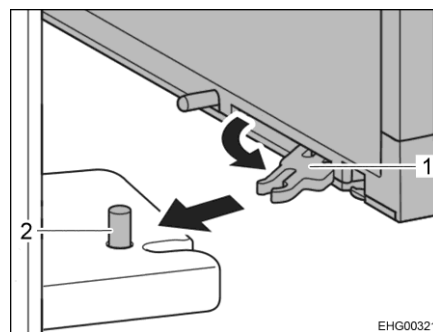

Bild 118 Kühlschranktür-Verriegelung
■ An der Innenseite der Kühlschranktür oben und unten den Abstandshalter (Bild 118,1) ausklappen und nach vorn ziehen.
■ Die Abstandshalter jeweils am Bolzen (Bild 118,2) einrasten lassen.